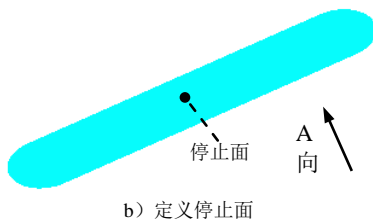

图 17.10.49 创建成形工具 8
Step10. 创建图 17.10.49 所示的零件特征——成形工具 8。